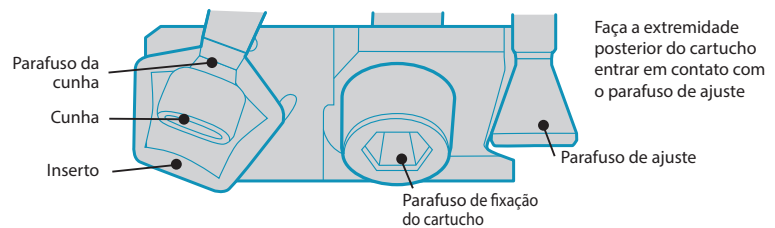

Fig. 1
2. Certifique-se de que a extremidade posterior do cartucho entre em contato com o parafuso de ajuste (Fig. 1) e puxe-os levemente para dentro (Fig. 2). Aperte o parafuso de fixação do cartucho temporariamente.